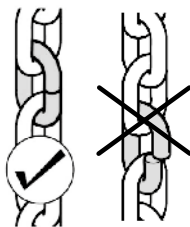

Рисунок 7
- Цепь собирается и разбирается с помощью специальных звеньев. После сборки края звена должны соединиться полностью, не должно быть перекоса (рис. 7).